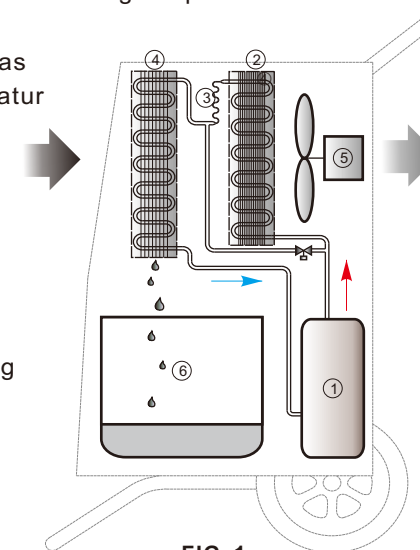

FIG . 1
(Se FIG. 1) MDR-avfuktarnas konstruktion baseras på ett cirkulationssystem för kylning. Inuti detta hermetiskt slutna system pumpar och komprimerar kompressorn (①) kylmedel till gas med hög temperatur som skickas till kondensorn (②).